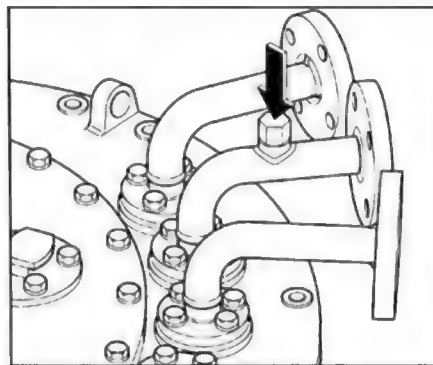

图 37
(2) 用弯管上的放气塞(图 37)给吸油管(S)放气: 卸下 M16 盖形螺母, 22 号扳手, 最大扭矩 9Nm, 拆下带槽口的塞子螺丝 M6, 最大扭矩 2Nm。